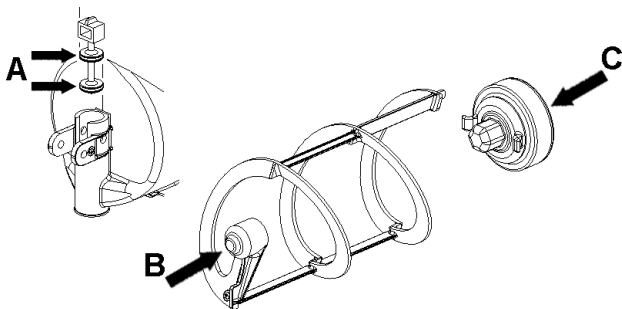

figura 13
- 2 Lubricar el pistón grifo, el rascador interior y el rotor magnetico (en los puntos A, B y C indicados en la (ver figura 13) utilizando solamente la grasa suministrada por el fabricante u otro grasa para uso alimenticio